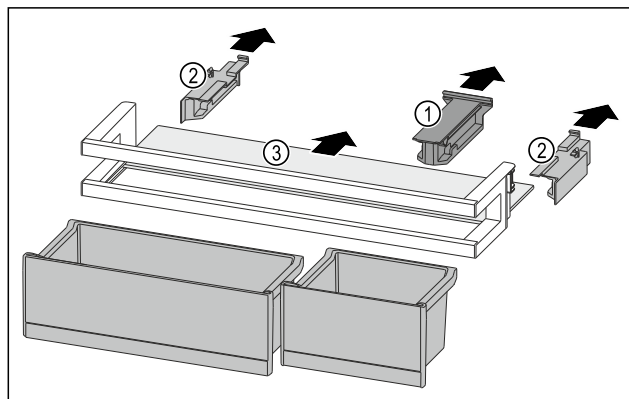

Fig. 223
- Skinite pridržni dio Fig. 223 (1).
- Skinite bočne dijelove Fig. 223 (2).
- Izvadite policu Fig. 223 (3).